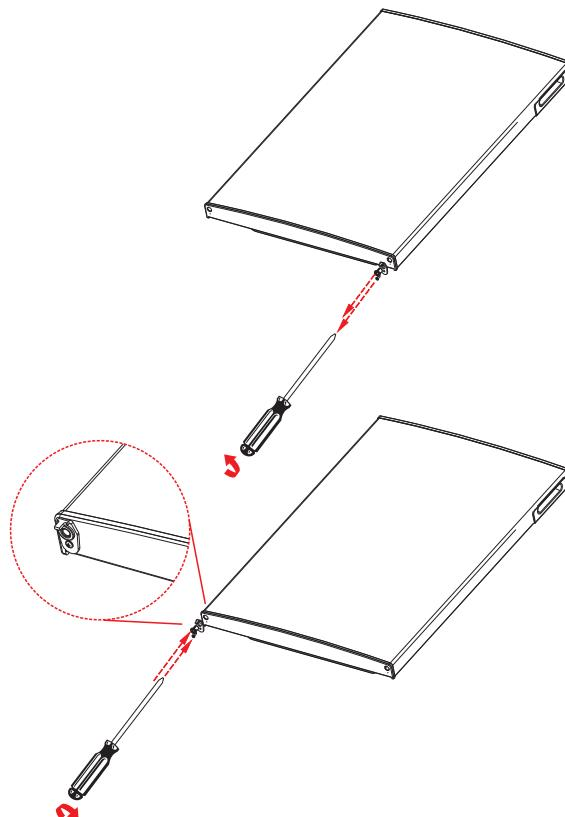

Fig. 15
- ▶ Løsn skruen for den nederste dørstopbegrenser. Flyt ligeledes dørstopbegrænsen til venstre side, og skru dørstopbegrensen fast med skruen (fig. 15).